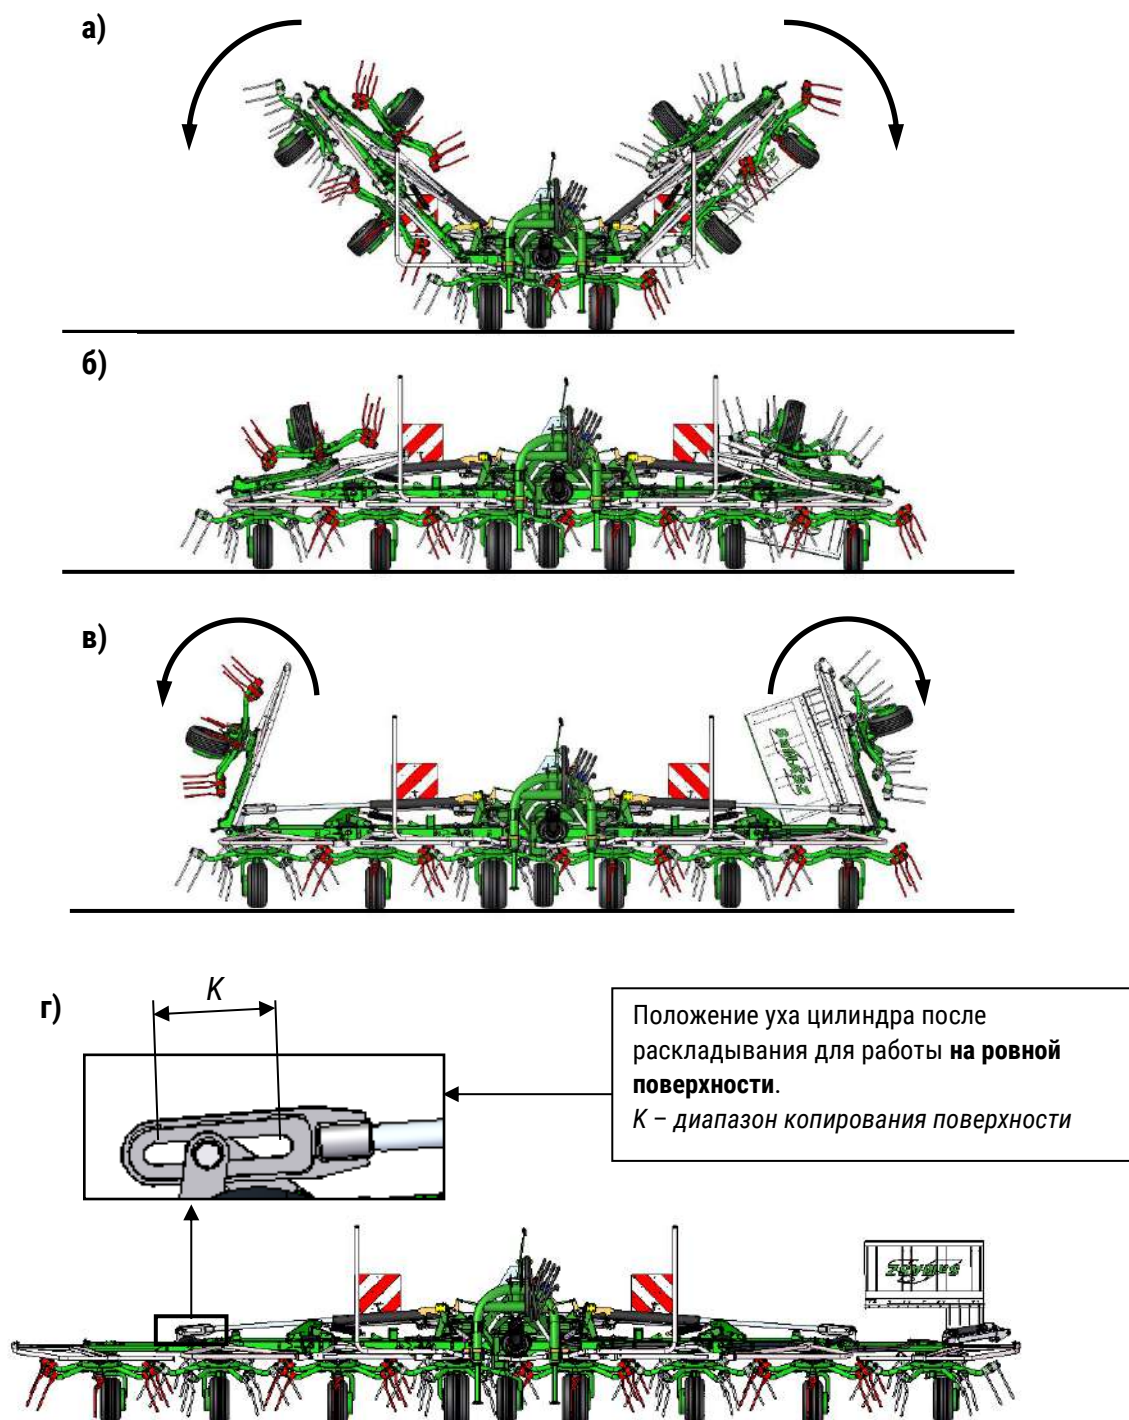

Рис. 17. Этапы разложить сеноворошилку P8
- передавая давление с помощью контроллера в тракторе, с помощью гидравлических цилиндров, опустить рычаги с роторами (**Рис. 17а**), до момента соприкосновения с поверхностью четырех центральных роторов (**Рис. 17б**) как можно медленнее,
- непрерывно подавая давление в цилиндры, вращать двумя крайними роторами сеноворошилки (**Рис. 17в**), до момента соприкосновения их колес с поверхностью,
- непрерывно подавая давление в цилиндр складывания, установить ухо цилиндра в положение для копирования поверхности. Это положение отвечает максимальному выдвигению цилиндра (**Рис. 17г**),
- выдвигать цилиндр раскладывания, до момента установления продольного уха цилиндра в положение для копирования рельефа (**Рис. 17г**).